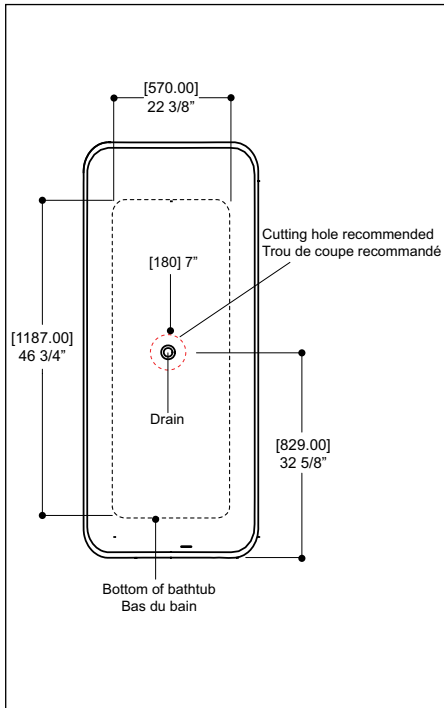

Fig.1
-On the floor, trace the bottom of the bathtub (length & width) and mark the cutting hole (RED LINE) around the drain for connection for the piping, the drain and p-trap. Cut the opening in the floor along the red mark as shown (fig.1).
-Tracez le fond du bain (longueur & largeur) et marquez la ligne de découpage (LIGNE ROUGE) autour du drain pour le raccordement de la tuyauterie, drain et p-trap. Couper l'ouverture dans le plancher le long de la marque rouge comme indiqué (fig. 1)